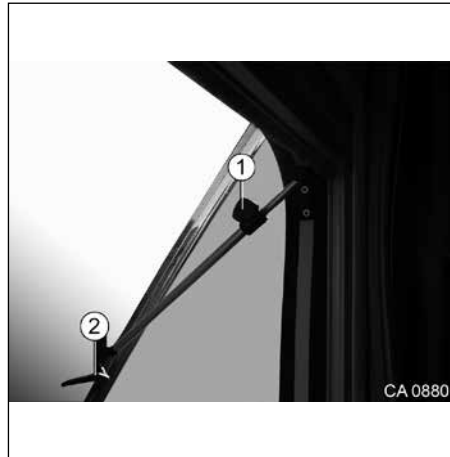
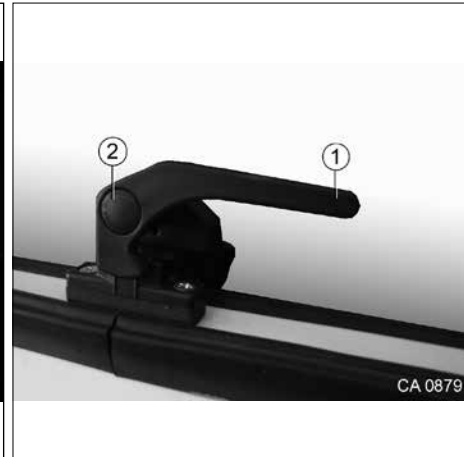

Fig. 10 Vitre orientable
Fig. 11 Levier de verrouillage des vitres orientables
verrouillage (voir Fig. 11, pos. 2).
1. Appuyer sur le bouton de verrouillage (Fig. 10 et Fig. 11, pos. 2) et le maintenir appuyé.
2. Placer le levier de verrouillage (Fig. 11, pos. 1) verticalement.
3. Desserrer la vis moletée sur le mécanisme d'orientation télescopique (Fig. 10, pos. 1) ;
4. Serrer la vis moletée sur le mécanisme d'orientation télescopique (Fig. 10, pos. 1).
4. Appuyer sur le bouton de verrouillage (Fig. 10 et Fig. 11, pos. 2) et le maintenir appuyé.
5. Placer le levier de verrouillage (Fig. 11, pos. 1) horizontalement.